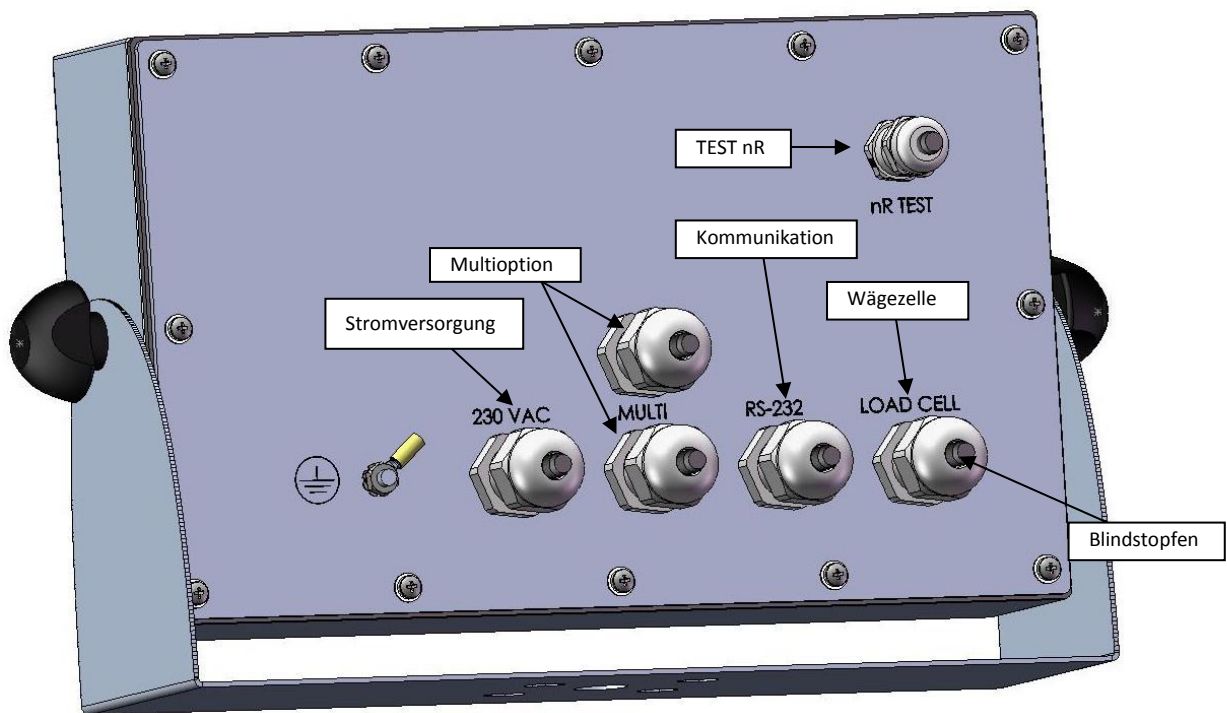

Abbildung 3.5.3.1
- In den nicht verwendeten Kabelverschraubungen den Blindstopfen lassen und gewährleisten, dass sie ordnungsgemäß angezogen sind (siehe Abbildung 3.5.3.1).
Vormontierte Kabelverschraubungen (siehe Abbildung 3.5.3.1):